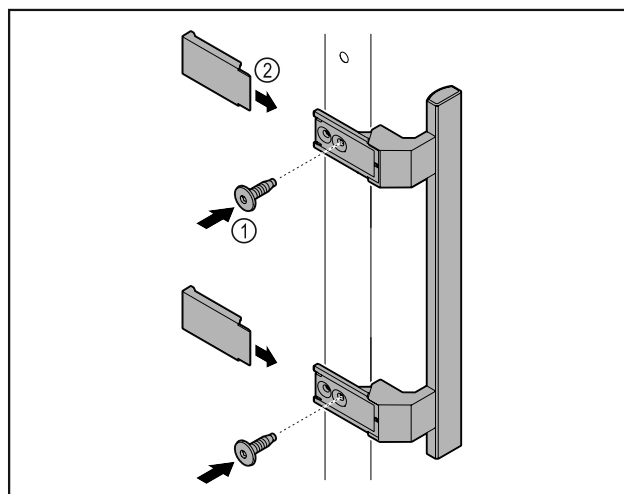

Fig. 7
- ▶ Fixer la poignée à la porte à l'aide des vis Fig. 7 (1) fournies.
- ▶ Poser les caches Fig. 7 (2).